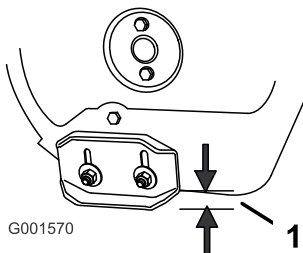

Bild 34
2. Lösen Sie die Muttern, mit denen beide Kufen an den Seitenplatten des Räumwerks befestigt sind, bis sich die Kufen leicht nach oben und unten verschieben lassen (Bild 34).